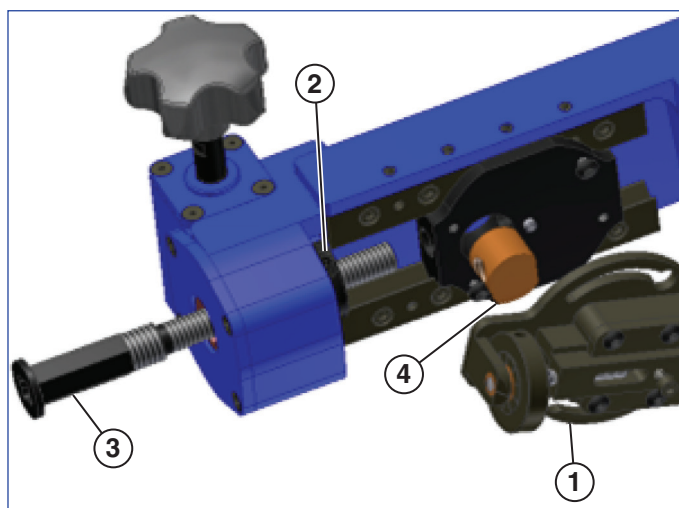

Рисунок 6
4. Устройство QuickFace комплектуется двумя ходовыми винтами. Если требуемая шероховатость поверхности составляет 125 - 250 микродюймов (3,18 - 6,35 mm), используйте ходовой винт размером 1/2 - 11. Если требуемая шероховатость поверхности составляет 60 - 100 микродюймов (1,52 - 2,54 mm), используйте ходовой винт размером 1/2 - 20. См. рисунок 6.